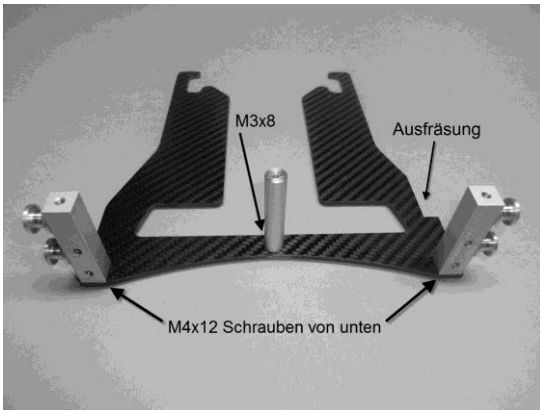

Bild 1.
1. Verschrauben Sie die Grundplatte mit den beiden Stehern mit den M4x12 Schrauben. Achten Sie darauf, dass sich die Ausfräsung von der Grundplatte auf der rechten Seite befindet. Die vormontierten Hülsen sollten jeweils nach außen zeigen und die Bohrungen mit den M4 Gewinde sollten nach vorne zeigen. Der runde Steher in der Mitte wird mit einer M3x8 Schraube befestigt. Bild 1.